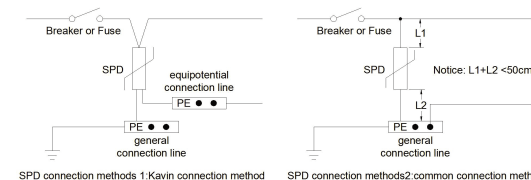

Рис. 3. Способы подключения TL240L385-1PN
- При подключении устройства рекомендуется использовать мост Кельвина (V-образное соединение). Допускается использование параллельного соединения, но, в этом случае, необходимо использовать медный изолированный многожильный кабель, с площадью поперечного сечения не менее 16 мм² и общей длиной не более 0.5 м (Рис. 3).